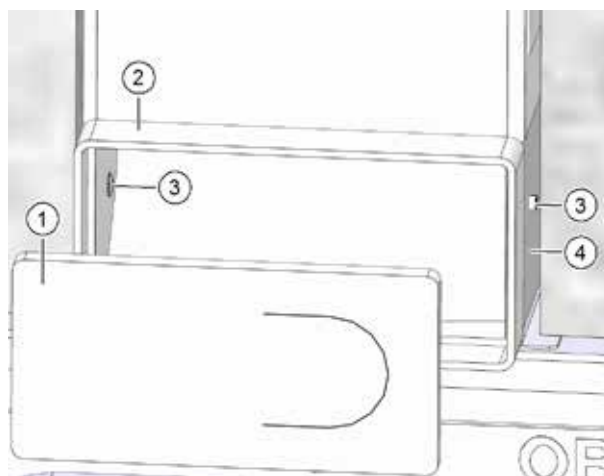

Fig. 20: Chiodatura della curva 90° alla piastra di fissaggio
- ▶ Rimuovere il coperchio di protezione dall'intonaco per la curva (pos. 1 nella Fig. 20).
- ▶ Con la rivettatrice fissare la curva 90° (pos. 2 nella Fig. 20) con due rivetti ciechi (pos. 3 nella Fig. 20) alla piastra di fissaggio (pos. 4 nella Fig. 20).
- ▶ Reinscrivere il coperchio di protezione dall'intonaco (pos. 1 nella Fig. 20) nella curva (pos. 2 nella Fig. 20).